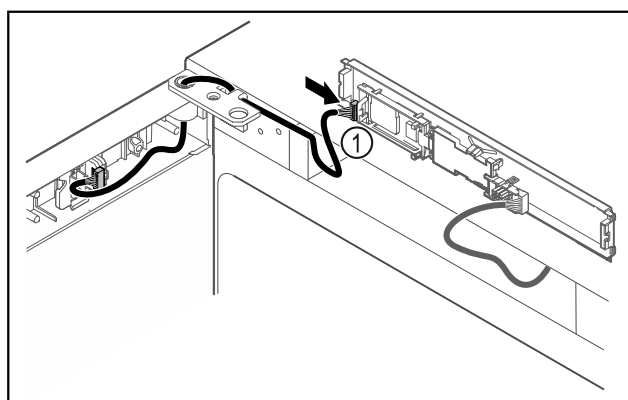

Fig. 39
- Collegare il connettore Fig. 39 (1) sulla scheda.